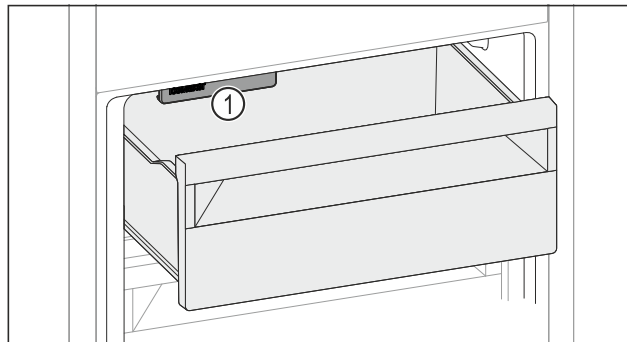

Fig. 147
- Tenga en cuenta el IceMaker Fig. 147 (1).